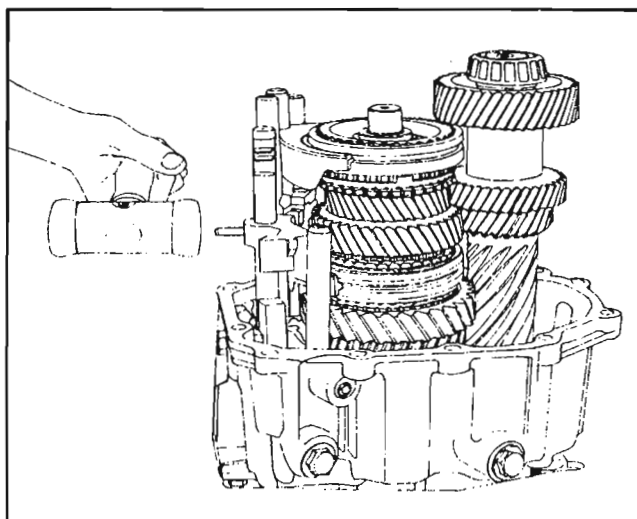

Fig. 100
Alinee el agujero de la varilla selectora con la placa selectora. Instale el pasador helicoidal (124). *Fig. 100*